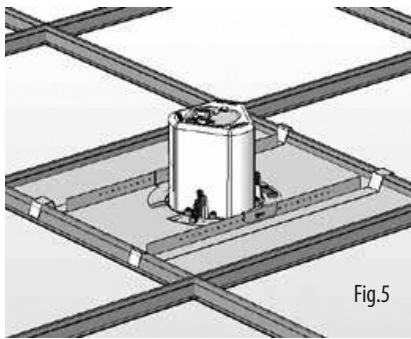

Fig.5
4. Deslize o painel de azulejo de volta para o teto suspenso. As extremidades da ponte de ladrilhos ficarão presas nas grades, suportando o peso do alto-falante. (Fig.5)
- 4. Far scorrere il pannello di piastrelle indietro nel controsoffitto. Le estremità del ponte piastrellato si agganciano alle ringhiere, sostenendo il peso dell’altoparlante. (Fig.5)
4. Schuif het tegelpaneel terug in het verlaagde plafond. De uiteinden van de tegelbrug zullen over de leuningen haken en het gewicht van de luidspreker dragen. (Afb.5)